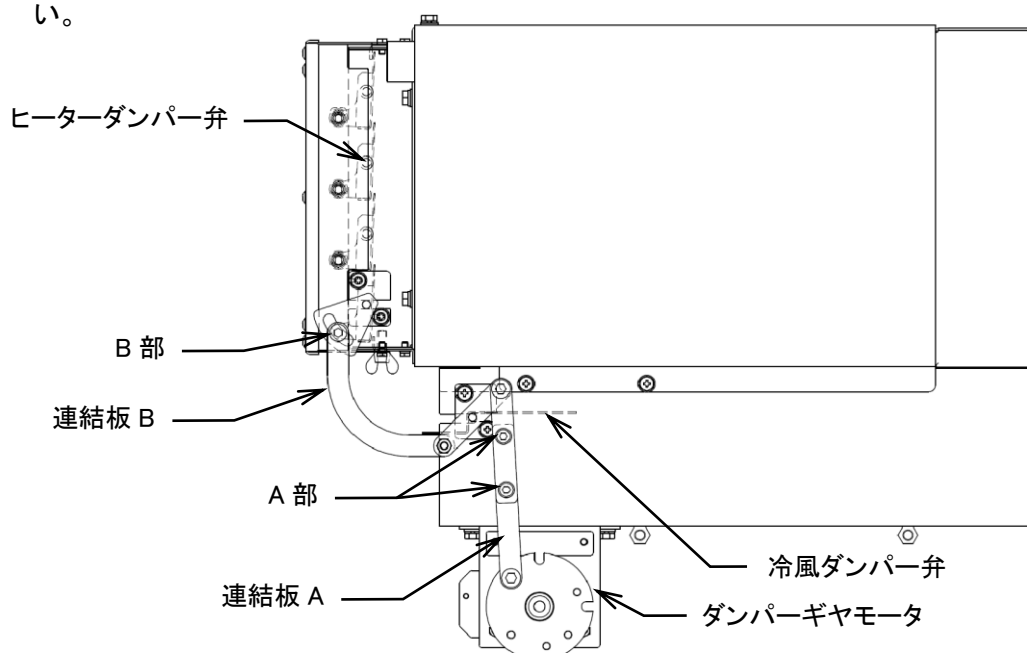

図 9-2
9.3.2 ダンパー弁(図 9-2)
2) ヒーターダンパー弁の調節(図 9-2)
3) 冷風ダンパー弁の調整(図 9-2)